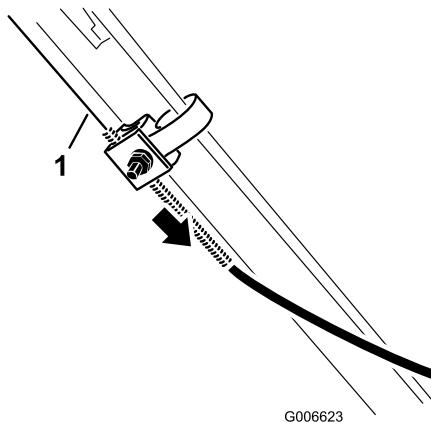

Bild 30
6. Ziehen Sie den Kabelmantel nach unten (zum Rasenmäher), sodass das Kabel kein Spiel hat (Bild 30).